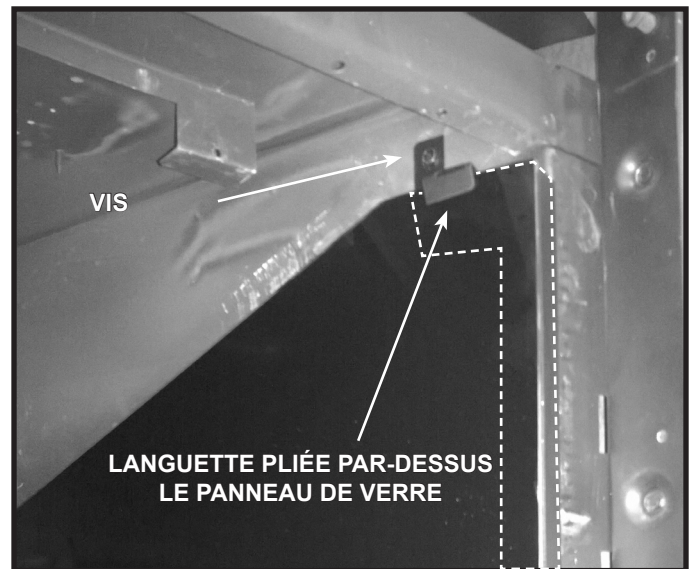

Figure 3. Installez le support de rétention du verre latéral
5. Installez le support du réfractaire latéral entre le panneau isolant et le côté de la boîte à feu. Fixez à l'aide de vis, comme il est indiqué à la figure 3.
6. Pliez la languette de côté du réfractaire par-dessus le panneau de verre. Voir la figure 3.